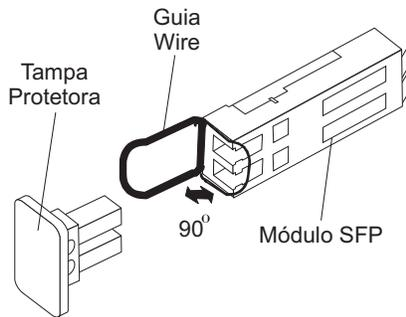

Figura 25. Destravando a Trava do Módulo SFP - Variedade Plástica
- Para módulos SFP que contêm guias de plástico, destrave a trava do módulo SFP puxando a guia de plástico 10° para fora, conforme mostrado na Figura 25 na página 51.